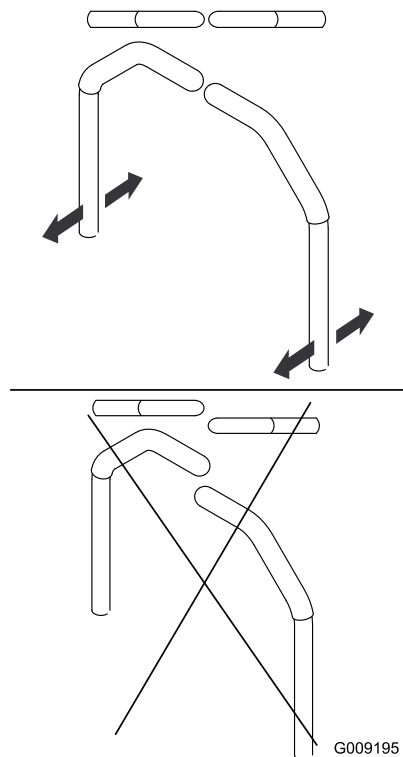

Bild 59
3. Richten Sie die Hebel in Längsrichtung aus. Bringen Sie die Hebel zuerst in der NEUTRAL-Stellung zusammen und schieben Sie die Hebel dann so lange, bis sie ausgerichtet sind (Bild 59).